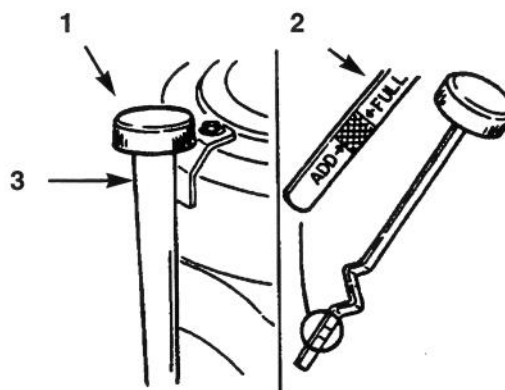

Figure 18
3. Nettoyer la surface autour de la jauge d'huile (Fig. 18) pour éliminer les saletés qui pourraient tomber dans le trou de remplissage et endommager le moteur.
4. Dévisser la jauge et essuyer la tige sur un chiffon propre (Fig. 18).
5. Introduire la jauge d'huile dans le tube de remplissage sans la visser (Fig. 18). Sortir la jauge et examiner l'extrémité. Si le niveau est bas, verser doucement suffisamment d'huile dans le tube de remplissage pour atteindre la marque FULL (PLEIN).
7. Verser lentement 80% approx. de la quantité d'huile spécifiée dans le trou de remplissage (Fig. 18). Contrôler alors le niveau d'huile; se reporter à la section "Contrôle du niveau d'huile", page 20.